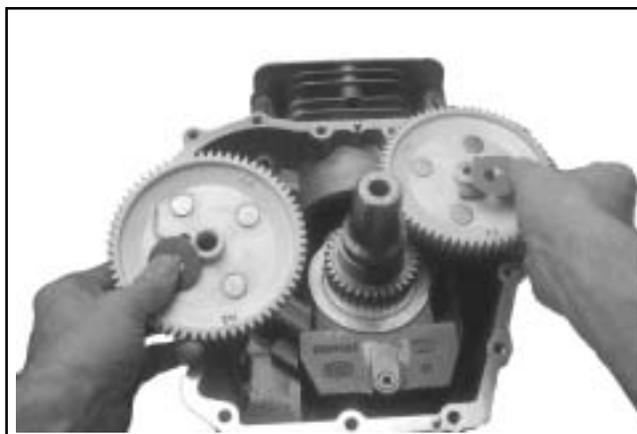

Figura 8-39. Rimozione degli ingranaggi delle camme.
1. Rimuovere le rondelle reggispinga e gli ingranaggi dagli alberi a camme. Vedere Figura 8-39.